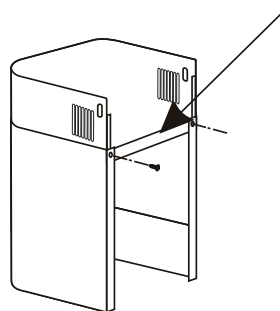

Fig. 4
- Fixez l'étrier plat à l'arrière de la cheminée inférieure (pièce C fig. 4).